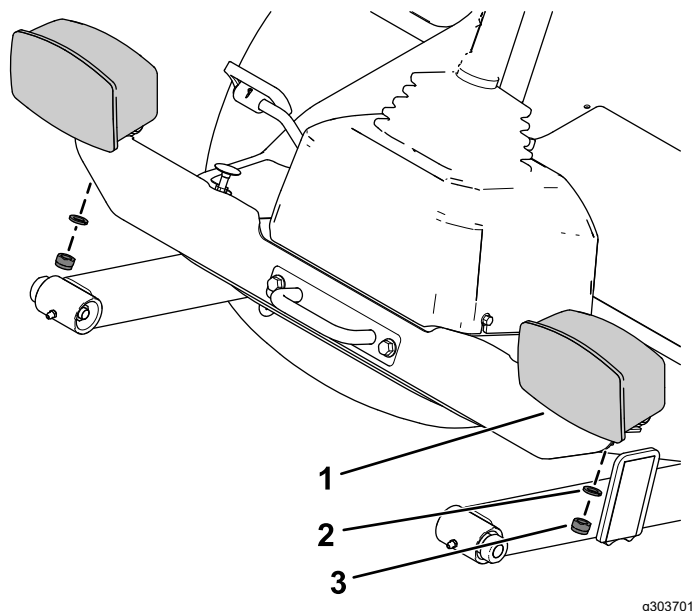

Figure 13
3. Fixez les blocs d'éclairage gauche et droit sur le support transversal à l'aide de la rondelle frein et de l'écrou hexagonal de chaque bloc (Figure 13).